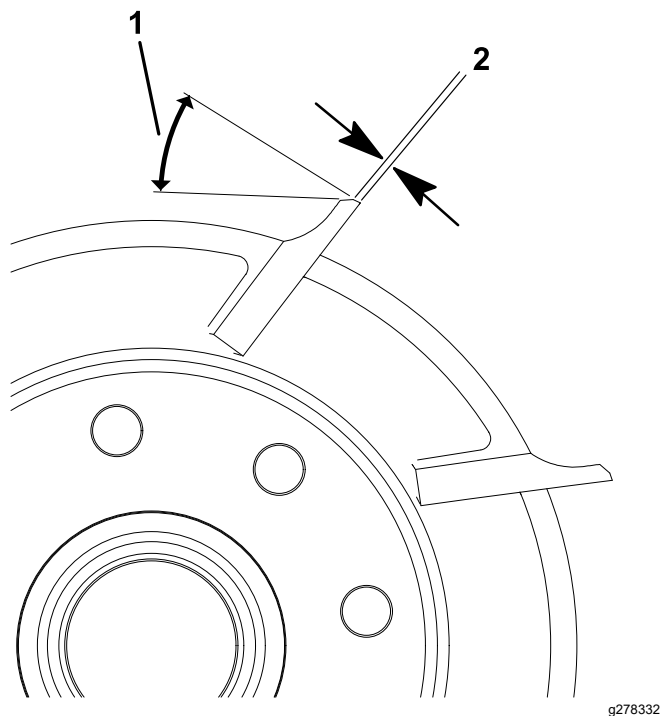

Figura 23
1. Afile todas las cuchillas con un rebajo de 30° hasta que la anchura de la superficie de incidencia sea de 0,8 mm (Figura 23).